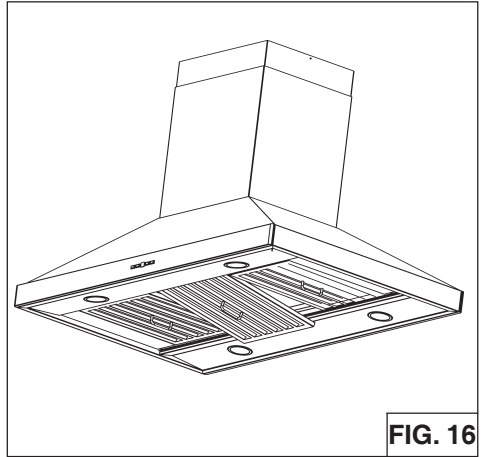

FIG. 16
1. Pour retirer le filtre à GRAISSE, (Fig.16)